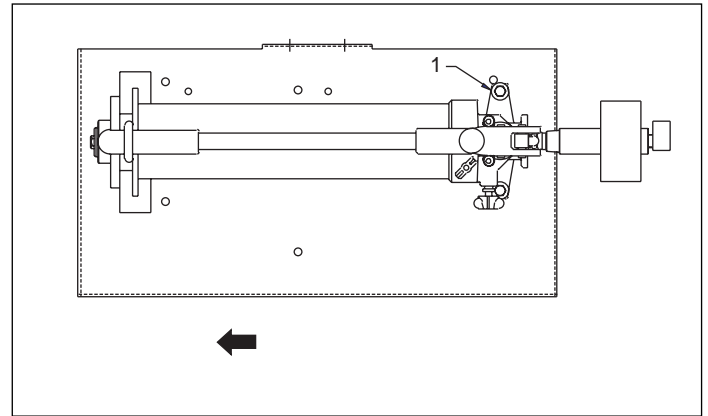

Figura 3, Bomba manual P-80
2. Montar la bomba manual en el soporte usando el material suministrado. Vea la Figura 3.